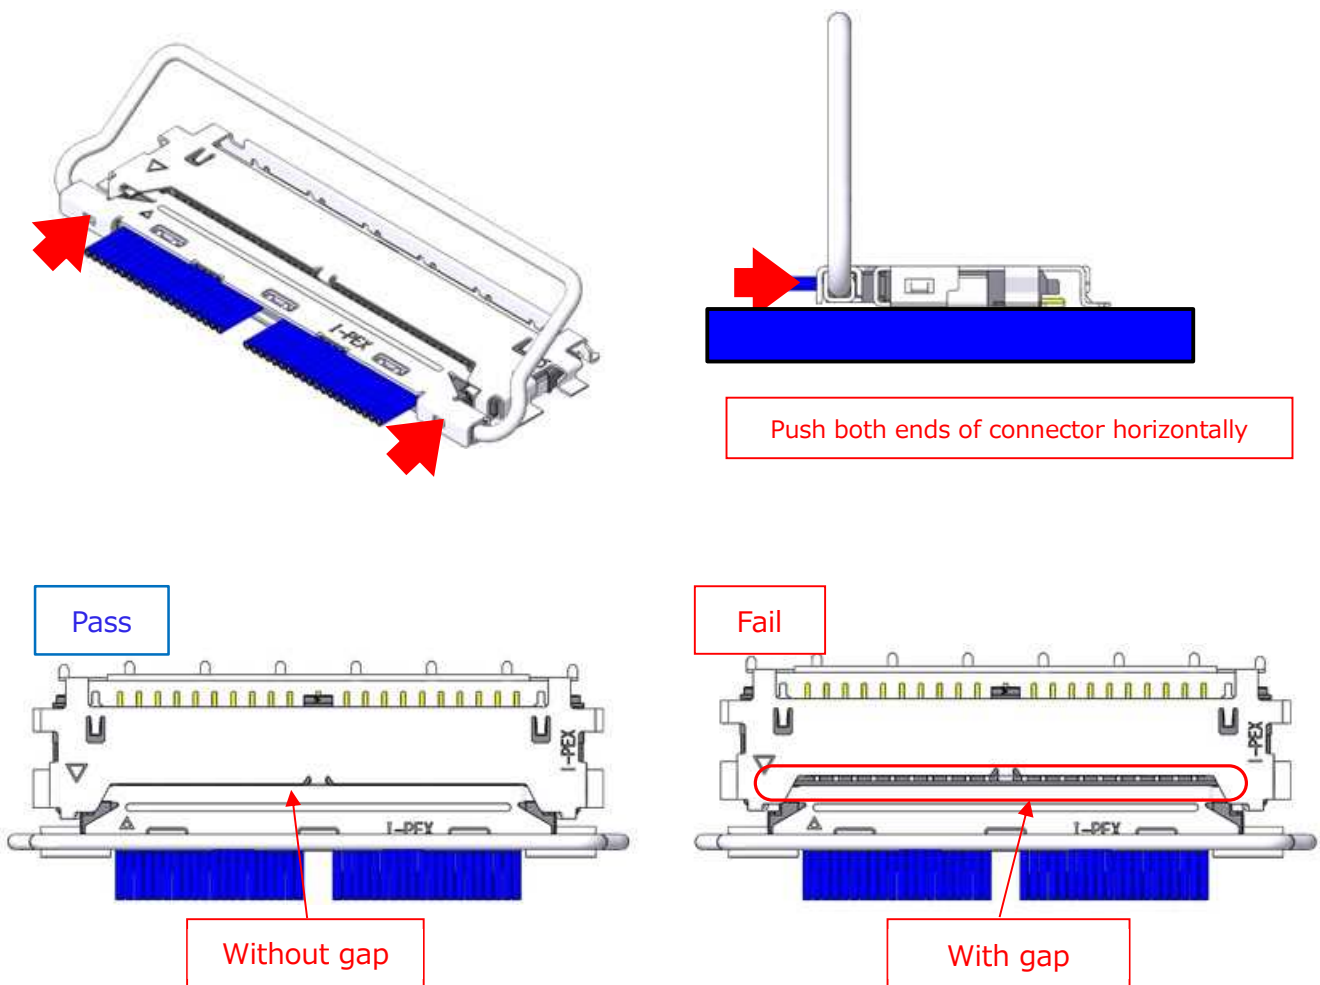

Fig.2
- 1-2 図 2 に示すように、Plug コネクタの両端を水平に押し、下図赤枠部に隙間が無いことを確認して下さい。
As shown in Fig.2, push both ends of plug connector horizontally and confirm there is no gap in the red frame below.